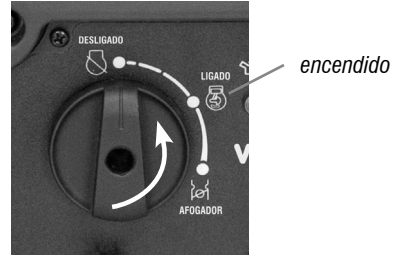

Fig. 22 – Paso 4
f. Después de que el motor se caliente, coloque el interruptor selector (14) en la posición ENCENDI-DO (como se muestra en la Fig. 22).